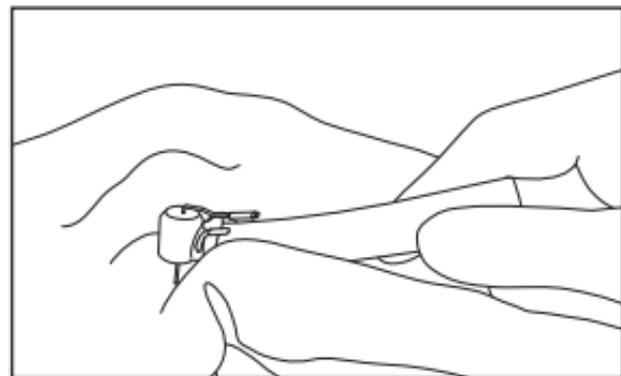

Fig. 14
- 5) Essuyez l'extérieur de la pièce à main en utilisant un tissu imbibé de désinfectant ou d'éthanol ayant une concentration de 60 à 90 %. (Fig. 14)